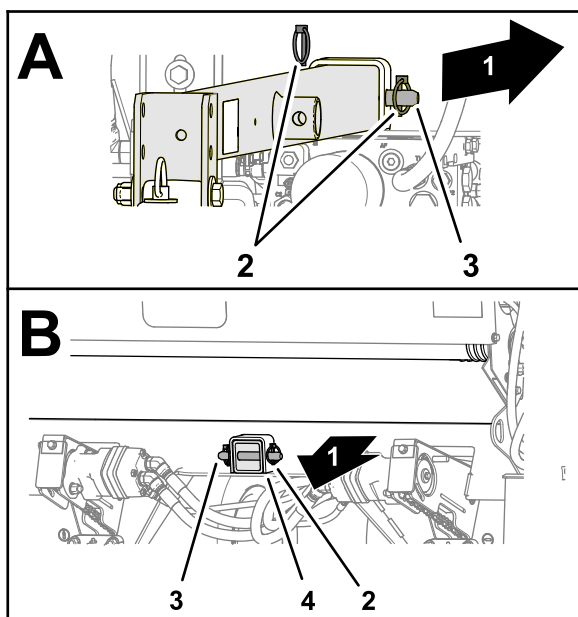

Figura 4
2. Allineate i fori nel timone con i fori nei tubi riceventi e fissate il timone ai tubi con i 2 perni con testa e 4 coppiglie ad anello (Figura 4).